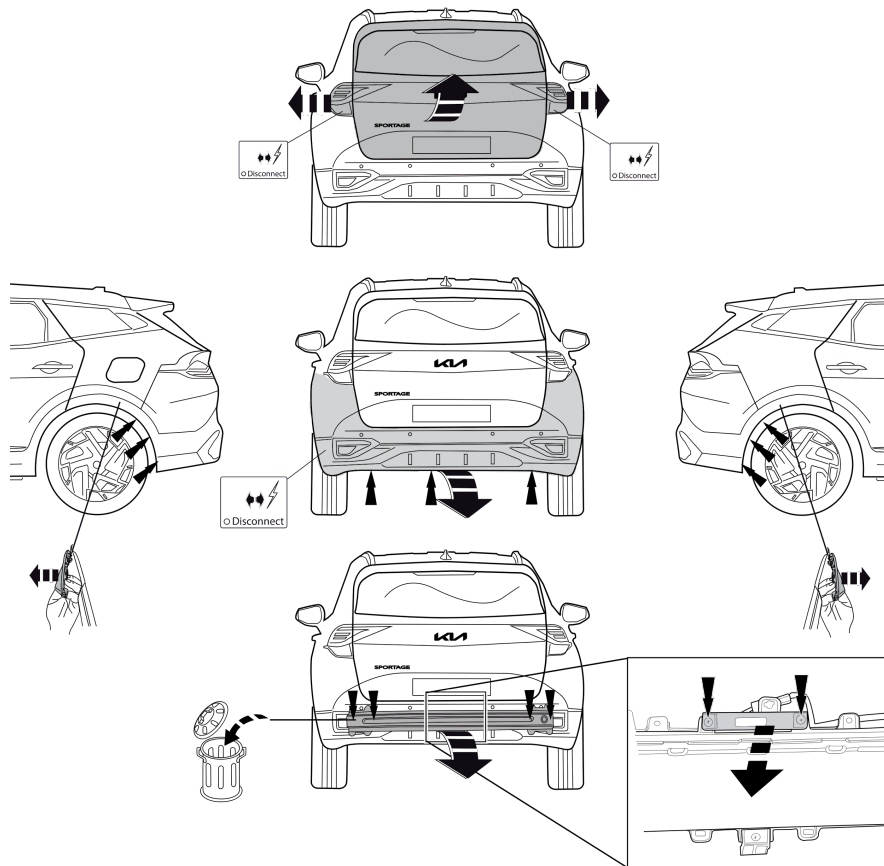

Fig. 1
1. Снять оба блока задних фар. Снять бампер вместе со буферным брусом автомобиля. Буферный брус больше не понадобится. Если имеется/имеются: Демонтируйте антенну. См. рисунок 1.